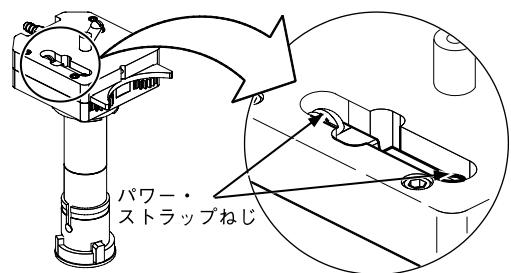

図 32：パワー・ストラップねじを検査する
11. パワー・ストラップねじが2本とも締め付けられていることを確認します。図 32 をご参照ください。